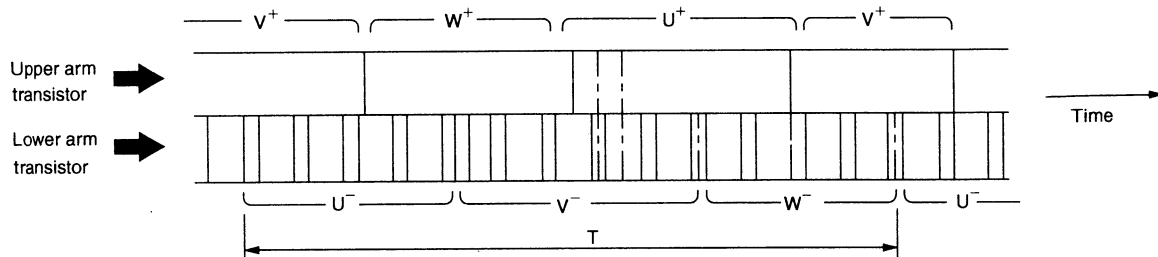

Fig. 13-2
- In the same way as compressor control, speed of outdoor DC fan motor is controlled by switching supplied current according to rotation position of fan motor magnet pole rotor: The switching order is shown in Fig. 13-2.
- Fig. 13-2 shows switching period of time T, and relationship with fan rotation speed is shown by the following formula:
- Fig. 13-2 shows voltage waveform at point A (U phase). (V and W phases are the same) Voltage waveform of each phase can be observed at anode terminal of D904~D906.
- Suivant un procédé identique à la régulation de vitesse de compresseur, la vitesse du moteur de ventilateur extérieur à courant continu est régulée par commutation de l'intensité appliquée en fonction de la vitesse de rotation du rotor d'axe magnétique de moteur de ventilateur : l'ordre de commutation est indiqué sur la Fig. 13-2.
- Tension présente au point (A)